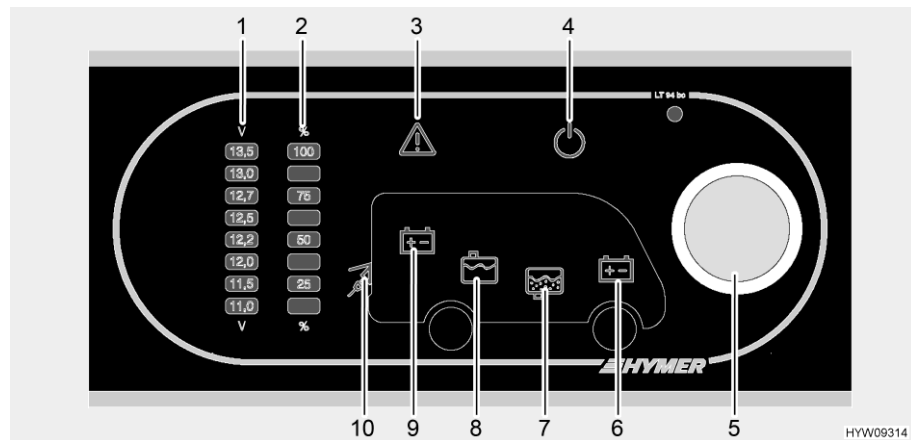

Fig. 132 Panel (LT 94)
El pulsador giratorio (Fig. 132,5) conecta y desconecta el panel y la alimentación de 12 V del habitáculo.
Conectar: ■ Presionar el pulsador giratorio (Fig. 132,5): La alimentación de 12 V del habitáculo está conectada. La luz de control de 12 V (Fig. 132,4) se enciende.
Desconectar: ■ Presionar el pulsador giratorio (Fig. 132,5): La alimentación de 12 V del habitáculo está desconectada. Se apaga la luz de control de 12 V (Fig. 132,4).
A través del pulsador giratorio (Fig. 132,5) se puede consultar tanto la tensión de la batería del habitáculo como la tensión de la batería del motor de arranque. La tensión es indicada en la escala indicadora de la tensión de batería (Fig. 132,1).
Indicar: ■ Girar el pulsador giratorio (Fig. 132,5) hasta que esté iluminado el símbolo de la batería para la cual se habrá de consultar la tensión.
Se indica la tensión de la batería del habitáculo (Fig. 132,9)
Se indica la tensión de la batería del motor de arranque (Fig. 132,6)
- Leer la tensión en la escala indicadora Tensión de batería (Fig. 132,1).
A través del pulsador giratorio (Fig. 132,5) se puede consultar tanto el nivel de llenado del depósito de agua como el nivel de llenado del depósito de aguas residuales. El nivel de llenado es indicado en la escala indicadora Nivel de llenado del depósito (Fig. 132,2).
- Girar el pulsador giratorio (Fig. 132,5) hasta que esté iluminado el símbolo del depósito para el cual se habrá de consultar el nivel de llenado.
Se indica el nivel de llenado del depósito de agua (Fig. 132,8)
Se indica el nivel de llenado del depósito de aguas residuales (Fig. 132,7)
- Leer el nivel de llenado la escala indicadora Nivel de llenado del depósito (Fig. 132,2).
La luz de alarma Alarma (Fig. 132,3) parpadeará tan pronto se sobrepase o se quede abajo de valores límite definidos.
La luz de alarma Alarma (Fig. 132,3) parpadeará tan pronto la tensión de la batería quede abajo de 11 V. En caso de que esté conectada la alimentación de 12 V, adicionalmente estará iluminado el símbolo de batería correspondiente (Fig. 132,6 ó 9), y la indicación "11,0" de la escala indicadora Tensión de batería (Fig. 132,1) parpadeará. Amenaza de descarga completa.
La luz de alarma Alarma (Fig. 132,3) parpadeará y el símbolo del depósito correspondiente (Fig. 132,7 ó 8) estará iluminado tan pronto esté vacío el depósito de agua o lleno el depósito de aguas residuales.
Se enciende la luz de control de 230 V (Fig. 132,10) cuando hay tensión de red en la entrada del bloque eléctrico.